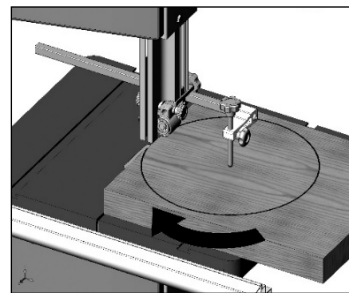

Рисунок 21.
- Положите оставшуюся заготовку с отметкой в виде круга на стол. Выровняйте точку касания с зубьями пильного полотна. Установите опорную ось в центральной точке круга и зафиксируйте, затянув ручку А (рис. 5). Включите ленточную пилу. Медленно поворачивая заготовку, совершите рез (рис. 21).